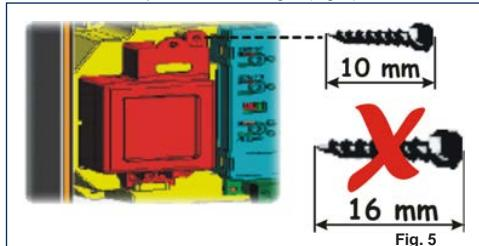

Fig. 5
- Zet de batterij in de zojuist vrijgkomen ruimte, en zet hem vast met de speciale verankeringen (Fig. 5).